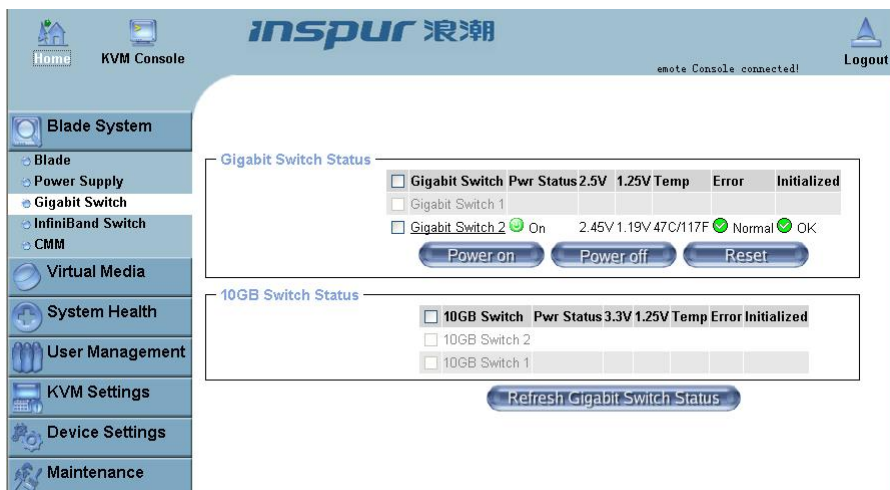

图 2-6 交换模块窗口
1. 通过该菜单，可以对交换模块进行设置，如下图 2-6 所示：